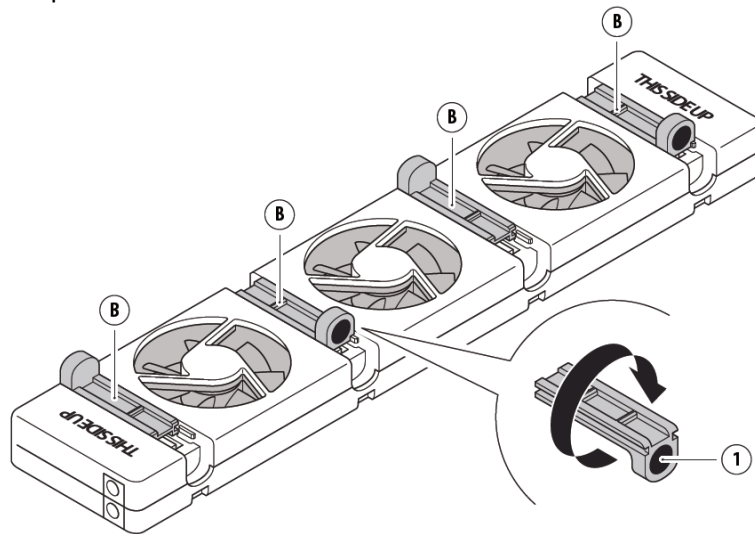

Abbildung 5 - die verstellbaren Magnete wieder im Heizkörperventilator (A) positionieren.
1. Drehen Sie die **verstellbaren Magnete (B)** so, dass der **Magnet (1)** oben liegt (siehe Abb. 5). Nehmen Sie das Klötzchen heraus, das sich gegenüber den verstellbaren Magneten im Gehäuse befindet. Das Klötzchen bitte als Kunststoffabfall entsorgen.
2. Stellen Sie die **verstellbaren Magnete (B)** auf die korrekte Breite ein.
3. Wiederholen Sie die Schritte 1-7 wie für einen breiten Heizkörper. Verwenden Sie die **verstellbaren Magnete (B)**, um den **Heizkörperventilator (A)** zwischen den Platten aufzuhängen (siehe Abb. 5 und 6). Sie können den **Heizkörperventilator** an der Vorderseite des Heizkörpers ausrichten.